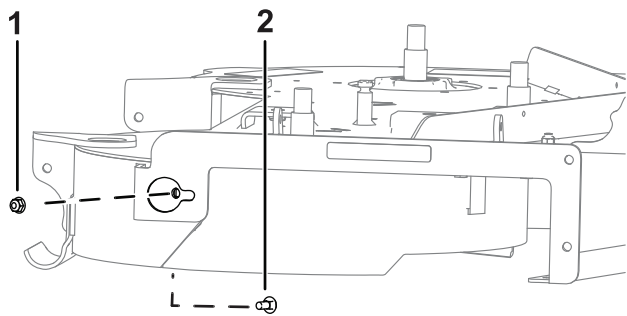

図 6
3. 右側バツフルの後壁をデッキに固定するキャリッジボルト 5/16 x 3/4" 1 本とナット 5/16" を使って **図 6** のように取り付ける。